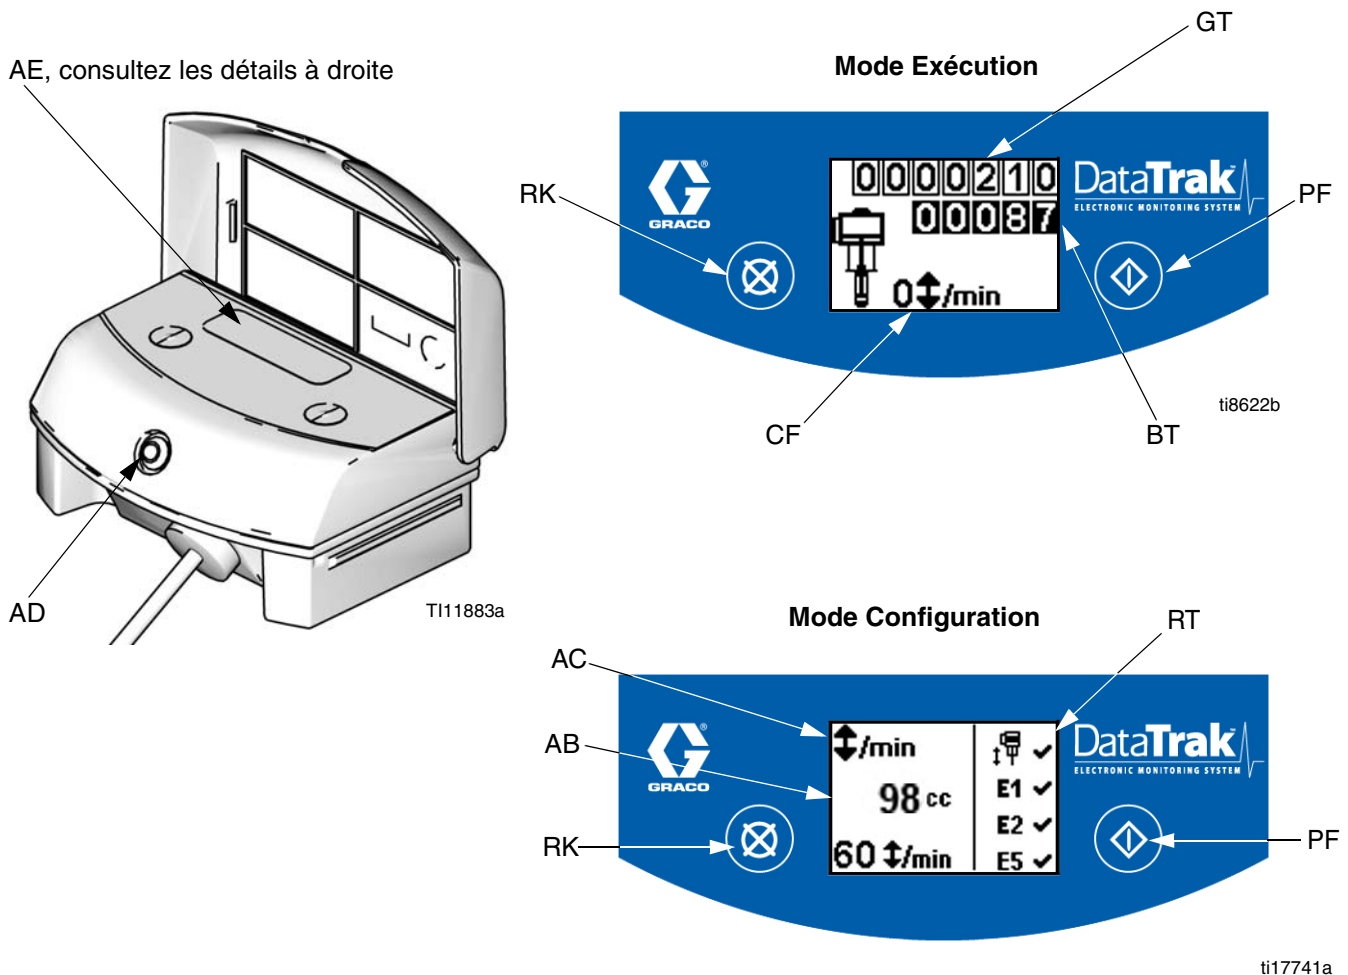

FIG. 4. Réglages et témoins du DataTrak
Légende de la Fig. 4
1. Reportez-vous à FIG. 4, page 33. Appuyez sur  et maintenez enfoncé pendant 5 secondes jusqu'à ce que le menu d'installation apparaisse.
1. Reportez-vous à FIG. 4, page 33. Pour entrer en mode Amorçage/Rinçage, appuyez sur n'importe quelle touche pour activer l'affichage puis appuyez sur . Le symbole Amorçage/Rinçage apparaîtra dans l'affichage et la DEL clignotera
2. En mode Amorçage/Rinçage, le totaliseur de lots (BT) ne compte pas. Le totaliseur général (GT) continue le décompte.
Reportez-vous à FIG. 4, page 33. Le dernier caractère du totaliseur de lots (BT) représente les dixièmes de gallons ou de litres. Pour réinitialiser le totaliseur, appuyez sur une touche pour activer l'affichage, puis appuyez sur  et maintenez enfoncé pendant 3 secondes.
Reportez-vous à FIG. 4, page 33. L'affichage (AE) s'éteindra après 1 minute d'inactivité en mode Fonctionnement ou après 3 minutes en mode Configuration. Appuyez sur n'importe quelle touche pour activer l'affichage.
DataTrak peut diagnostiquer plusieurs problèmes de pompe. Lorsque le dispositif de contrôle détecte un problème, la DEL (AD, FIG. 4) clignote et un code de diagnostic apparaît dans l'affichage.